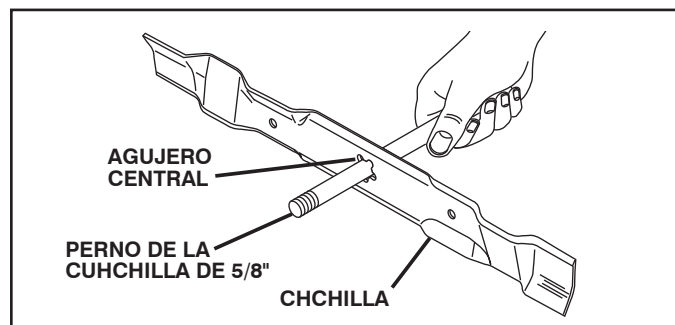

FIG. 14
**PARA AFILAR LA CUCHILLA** (Vea Fig. 14):